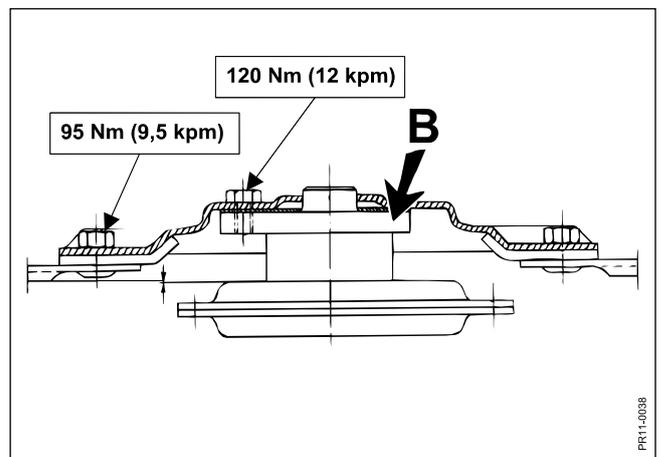

Fig. 5-12
- Fig. 5-12** Beachten Sie, dass für die Befestigung die folgenden Anziehdrehmomente einzuhalten sind: